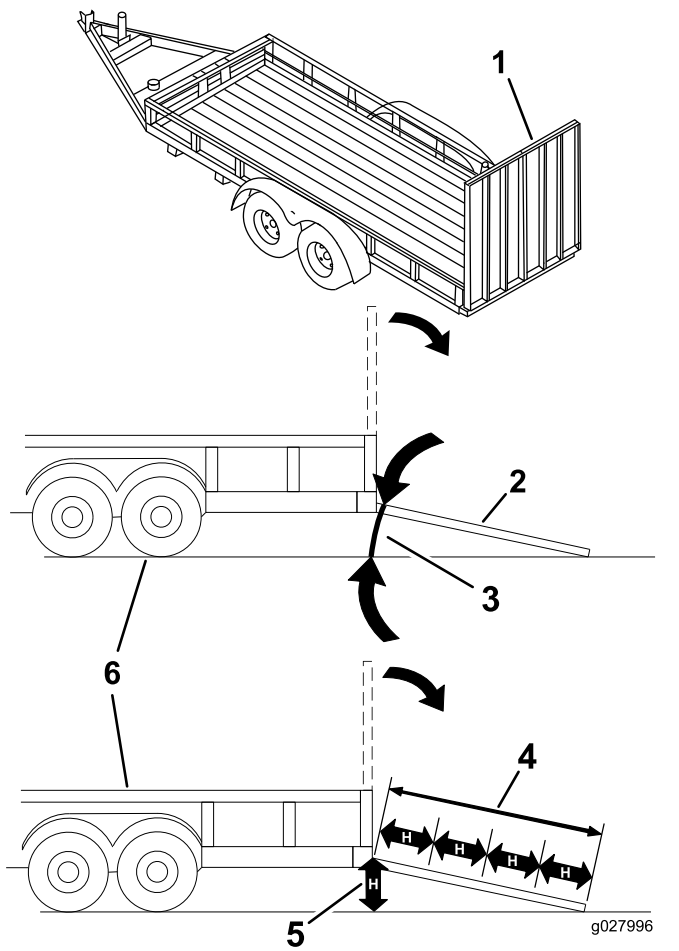

Figure 41
**Le chargement de la machine sur une remorque ou un camion augmente le risque de basculement et donc de blessures graves ou mortelles (Figure 41).**
1. Abaissez la rampe pour que l'angle avec le sol ne dépasse pas 15 degrés (Figure 41).